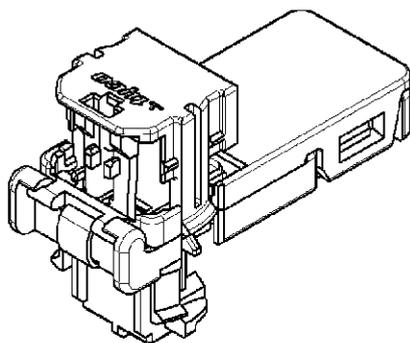

Fig. 20
③ Fig. 20 の様な、仮係止状態にあることを確認します。